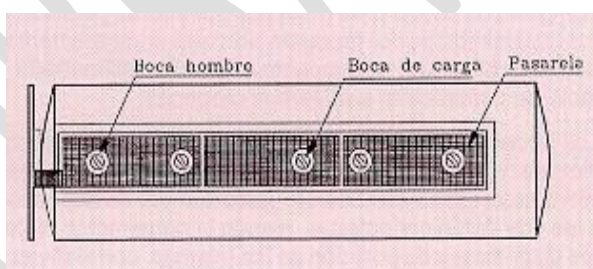

Fig. 6: Dispositivos en cúpula de cisterna correspondientes a bocas de hombre, bocas de carga y pasarela con plataforma de desembarco desde la escala de acceso
- **Plataformas superiores:** Pasillo metálico formado por un entramado a lo largo de la parte superior de la cisterna y cuya funcionalidad reside en el tránsito y en la operatividad, para efectuar con seguridad las maniobras de apertura y cierre de bocas de carga, controles e inspección del interior de los compartimentos. (Ver fig. 6)
Todos estos elementos estarán formados por trama antideslizante (ver fig. 6), constituyendo su ausencia, circunstancia propicia a todo un cúmulo de situaciones de riesgo por deslizamientos, torceduras, esguinces y caídas, llegando a poder revestir caracteres de gravedad, si la caída se produce desde el compartimento de carga, dado el carácter resbaladizo de gran número de productos.